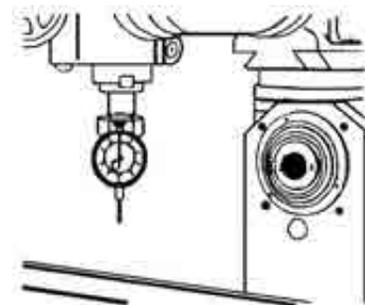

Fig. 2
- b) Sobre el cabezal universal. (Fig. 2).